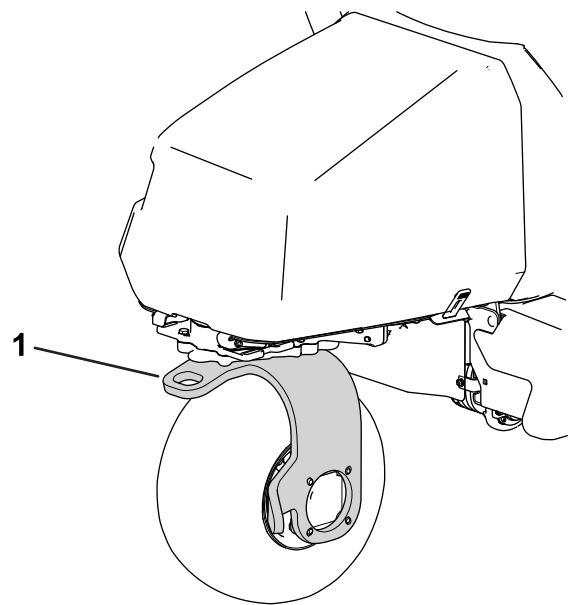

Figure 31
11. Utilisez la fourche de la roue pivotante arrière pour remorquer la machine (Figure 31).